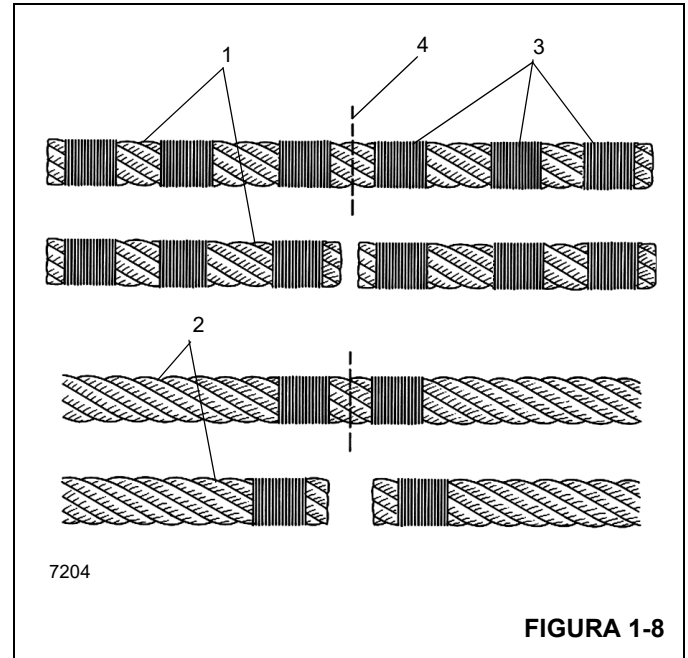

FIGURA 1-8
NOTA: Los cables no preformados (1) (Figura 1-8) deben tener tres sujeciones (3) ubicadas en cada lado del corte (4) comparado con el cable preformado (2).